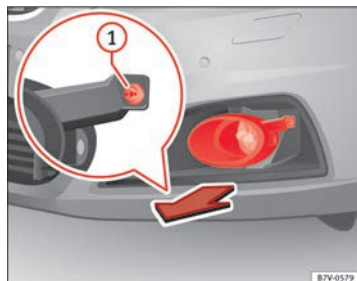

Fig. 209 En la parte derecha del parachoques delantero: Desmontaje de los faros.
2. Tire de la cubierta hacia delante, en el sentido de la flecha ⇒ fig. 209.
3. Desenrosque el tornillo de fijación ⇒ fig. 209 ① con el destornillador de las herramientas de a bordo ⇒ página 337.
11. Apriete el tornillo de fijación ⇒ fig. 209 ① con el destornillador.
12. Coloque la cubierta en el parachoques ⇒ fig. 209.